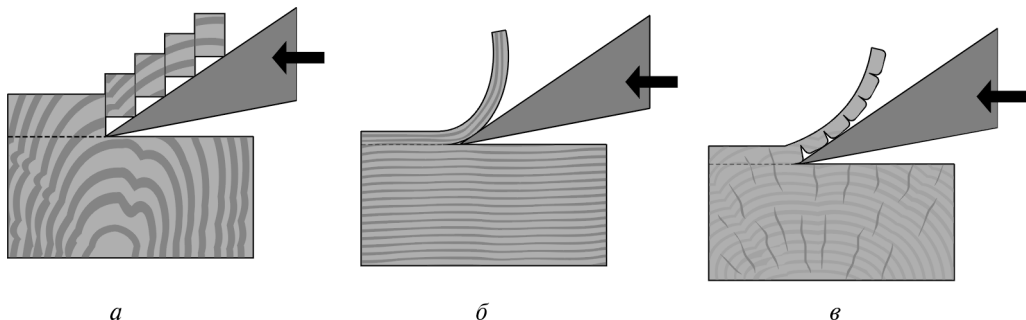

Рис. 1.2. Виды резания древесины
4. Какие виды резания древесины прямослойного строения показаны на рис. 1.2?